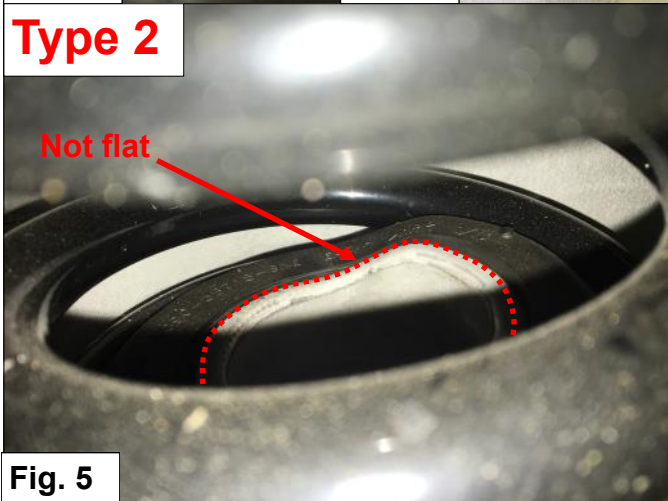

Fig. 5
6. Placez le ressort Auxiliaire C sur la coupelle B. **Voir Fig. 5.**